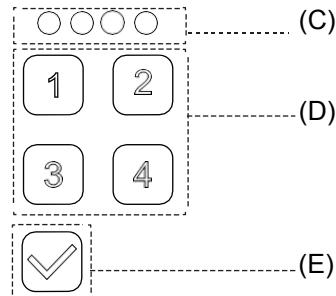

Abbildung 7
- Geben Sie zum Entsperrnen das Passwort über das Ziffernfeld (D) ein. Bei jeder eingegebenen Ziffer leuchtet die entsprechende Kontrolllampe auf. Drücken Sie zum Abschluss der Passworteingabe die Eingabetaste (E) (Abbildung 7).